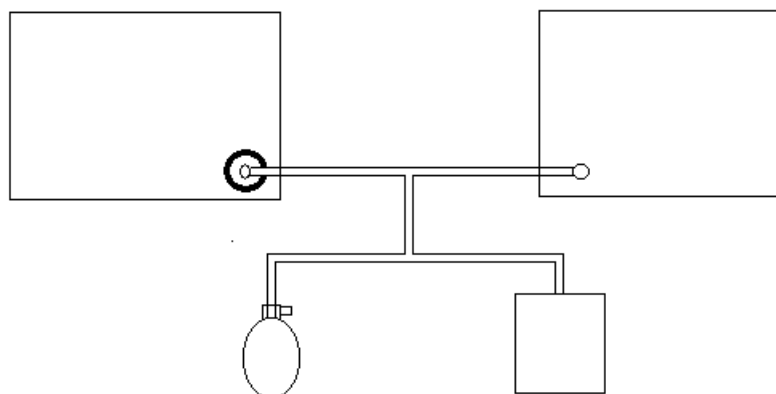

Рисунок 45 - Схема проверки точности
1. Соедините оборудование, как показано на схеме ниже (рисунок 45).